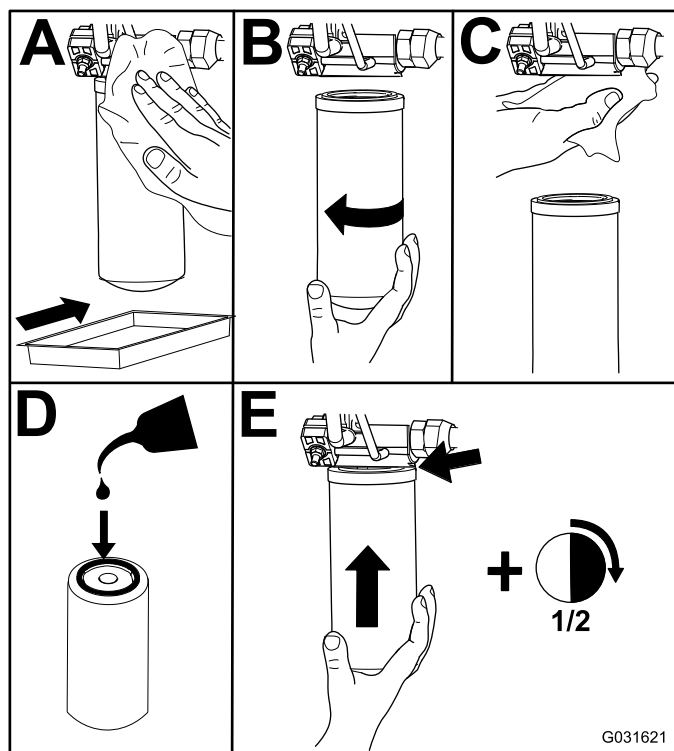

Figura 77
2. Sostituite entrambi i filtri idraulici (Figura 77)